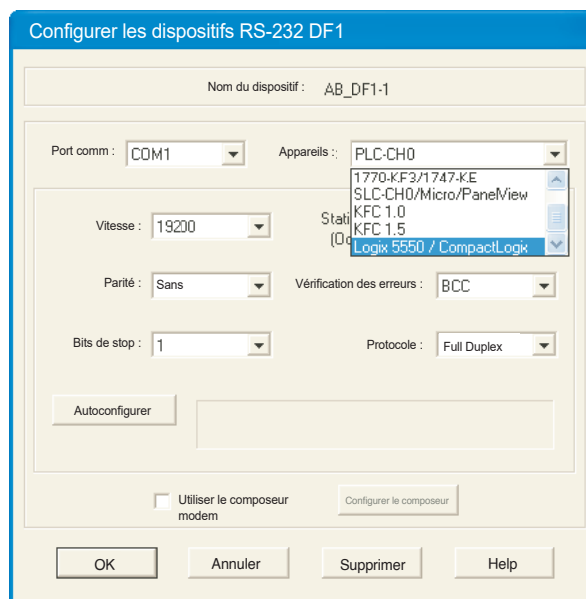

Figure 4.3.21e Configuration des dispositifs RS-232 DF1
3. Cliquez sur « Ajouter nouveau » et saisissez un nom de pilote approprié dans la fenêtre popup qui s'affiche. Cliquez sur « OK ». La fenêtre « Configurer dispositifs RS-232 DF1 » s'ouvre (figure 4.3.21e).